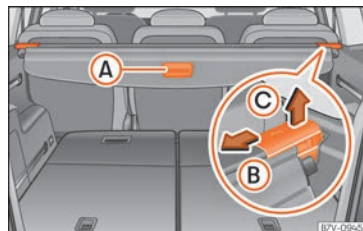

Fig. 168 En el maletero: bandeja del maletero. »
- Tire del asidero de la bandeja » » » **fig. 168** **A** un poco hacia atrás.
- Desbloquee la bandeja en la dirección de la flecha » » » **fig. 168** **B**.
- Presione la bandeja en el sentido que indica la flecha » » » **fig. 168** **B**.
- Desbloquee la bandeja en el sentido de la flecha » » » **fig. 168** **B** y levántela en el sentido de la flecha **C**.